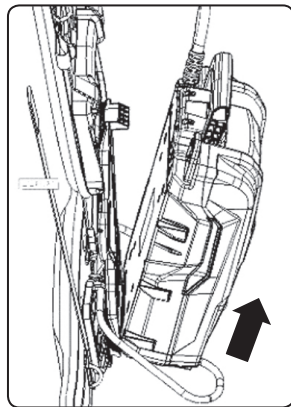

Abb. 4
- Drücken Sie den Knopf des oberen Akkuclips (Abb. 1b, Position 3). Nachdem sich der obere Teil der Akku gelöst hat, kippen Sie ihn mit der Hand vom Rucksackgestell ab (Abb. 4) und heben Sie dann den Akku an, um ihn aus dem unteren Akkuhalter zu nehmen (Abb. 4).